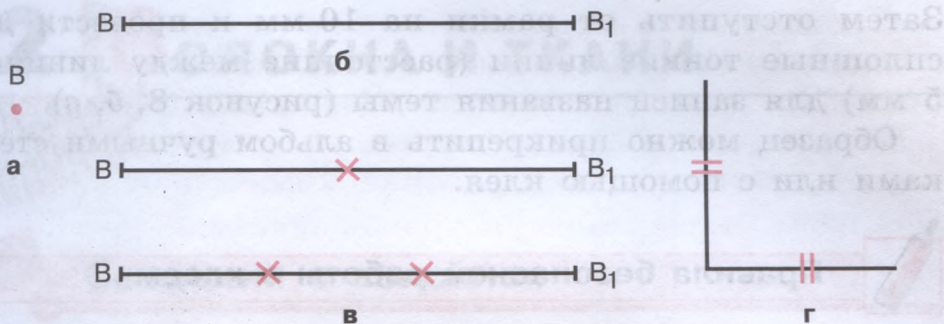

Рисунок 7. Обозначения, используемые при построении чертежей:
Кроме того, при построении чертежей используют следующие обозначения: *точка*, *отрезок*, деление отрезка на равные части и другие (рисунок 7).
2. Рассмотрите рисунок 7 и объясните, какие обозначения используют при построении чертежей.